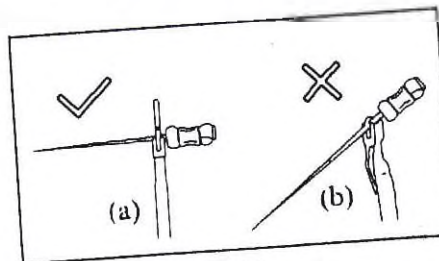

图 25
- 4.6.6 当根管锉接近根尖孔时，将橡胶尖端移动到根管锉的参考点上（切口边缘或压痕）。然后取下根管锉，测量根管锉顶端和橡胶部件之间的长度。该距离是根管的工作长度。爱 UN 错可以与接触探针或者锉夹一起使用，以便于测量后牙根尖孔（见图 25）。